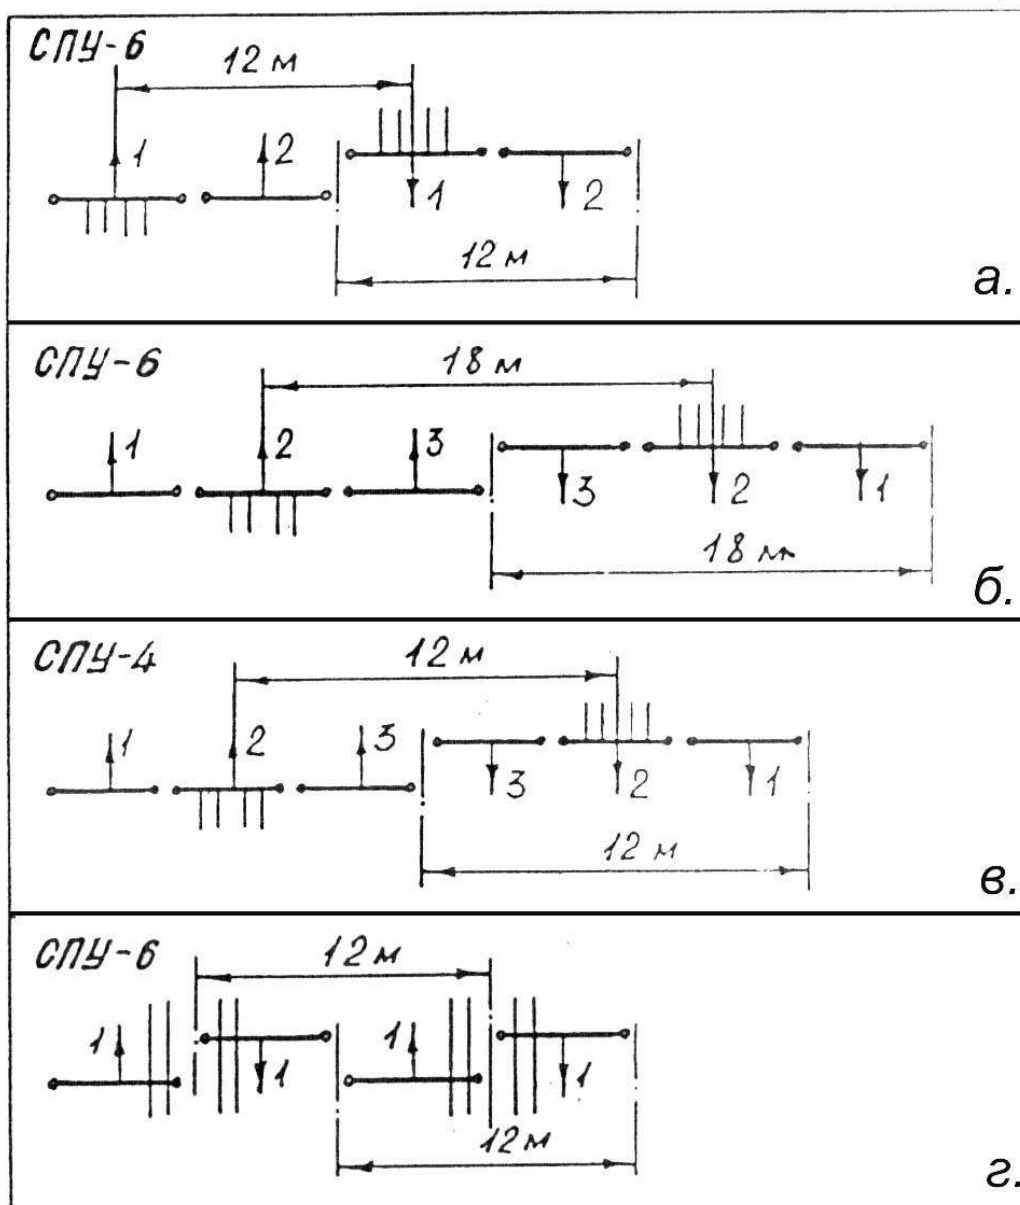

Рис. 21. Схемы образования маршрутных дорожек с постоянной колеёй:
6.5.2. Маршрутные дорожки за один проход сеялки образуются одним, двумя или тремя агрегатами, работающими одновременно, (**рис. 21**) путем перекрытия на одной сеялке 4-х сошников, по два слева и справа от середины агрегата (6-ой и 7- ой при колее